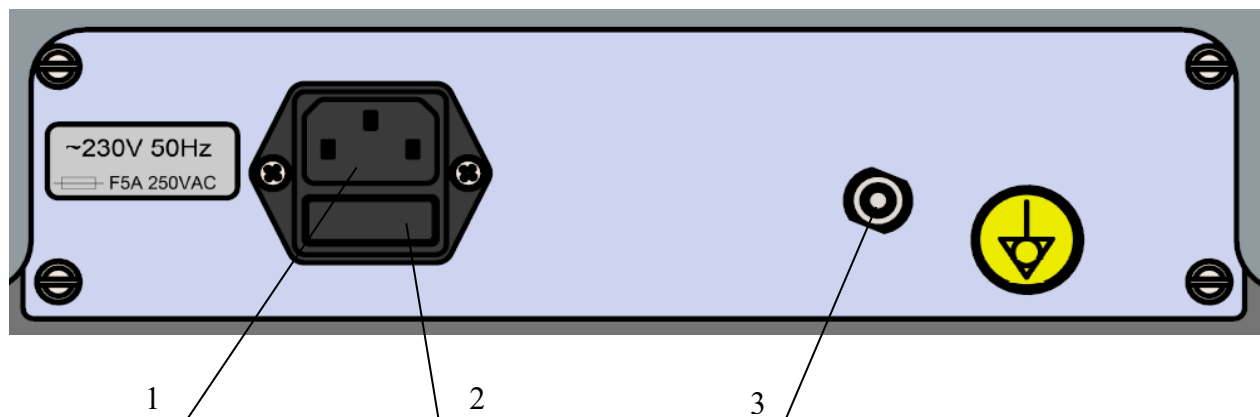

Рисунок 2. Панель питания.
9.4 Перед использованием стола по назначению подсоедините стол к контуру выравнивания потенциалов с помощью зажима 3, расположенного на панели питания (Рисунок 2).